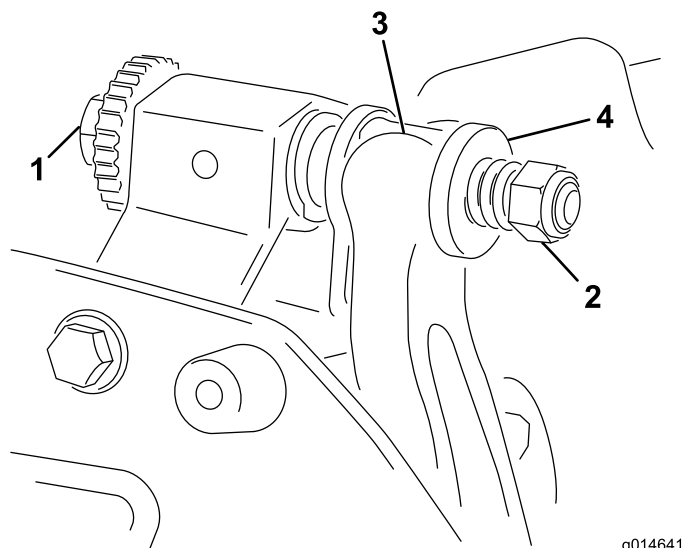

図 13
1. ベッドバー調整ねじを左に回してベッドナイフとリールの接触をなくす 図 13。
2. スプリングテンションナットをゆるめて、ワッシャがベッドバーを全く押さないようにする 図 13。
1. ワッシャとベッドバー調整ねじとの間にベッドバーの固定用耳を入れる 図 13。